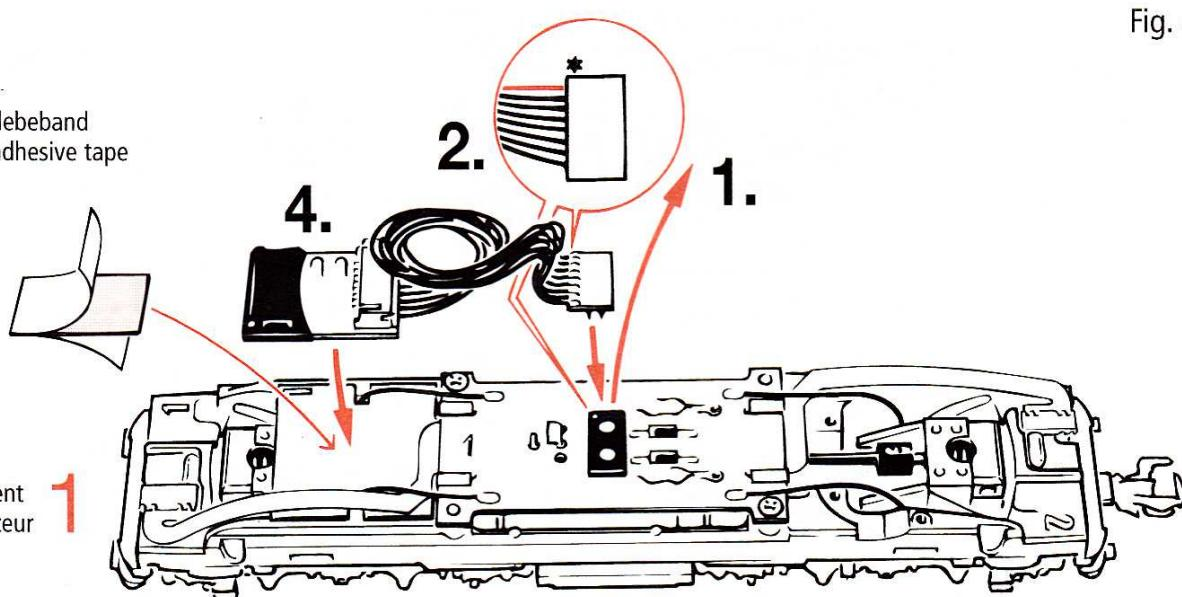

Fig. 5
**3. Remplacement des ampoules:** Veuillez démonter d'abord la caisse de votre locomotive (fig. 3), puis vous pouvez **échanger les ampoules** (voir fig. 5).